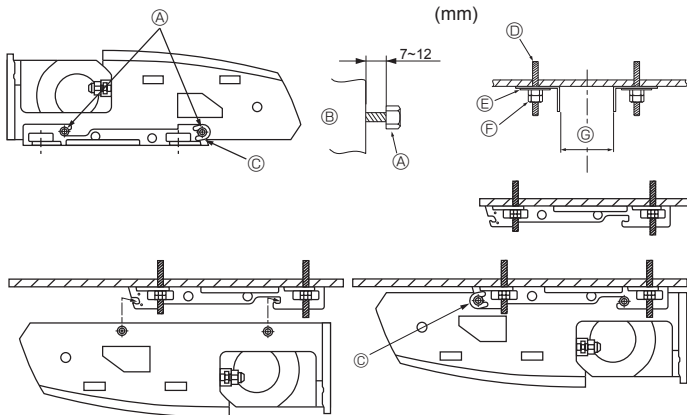

Fig. 3-6
2) De ophangbeugel eerst aan het plafond monteren (Fig. 3-6)